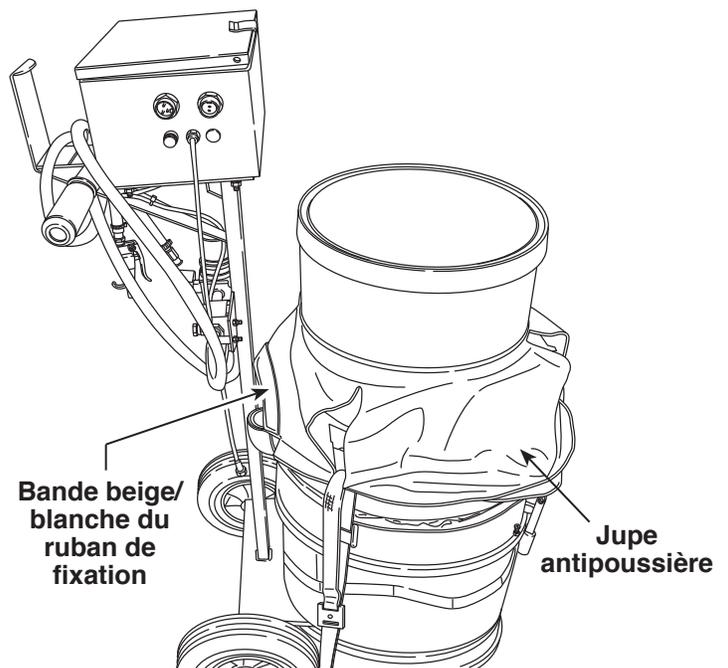

Figure 5
4. Placez la jupe antipoussière sur le DPF : le ruban de fixation vers le haut et la bande beige/blanche sur le côté près du boîtier de commande. Voir Figure 5.